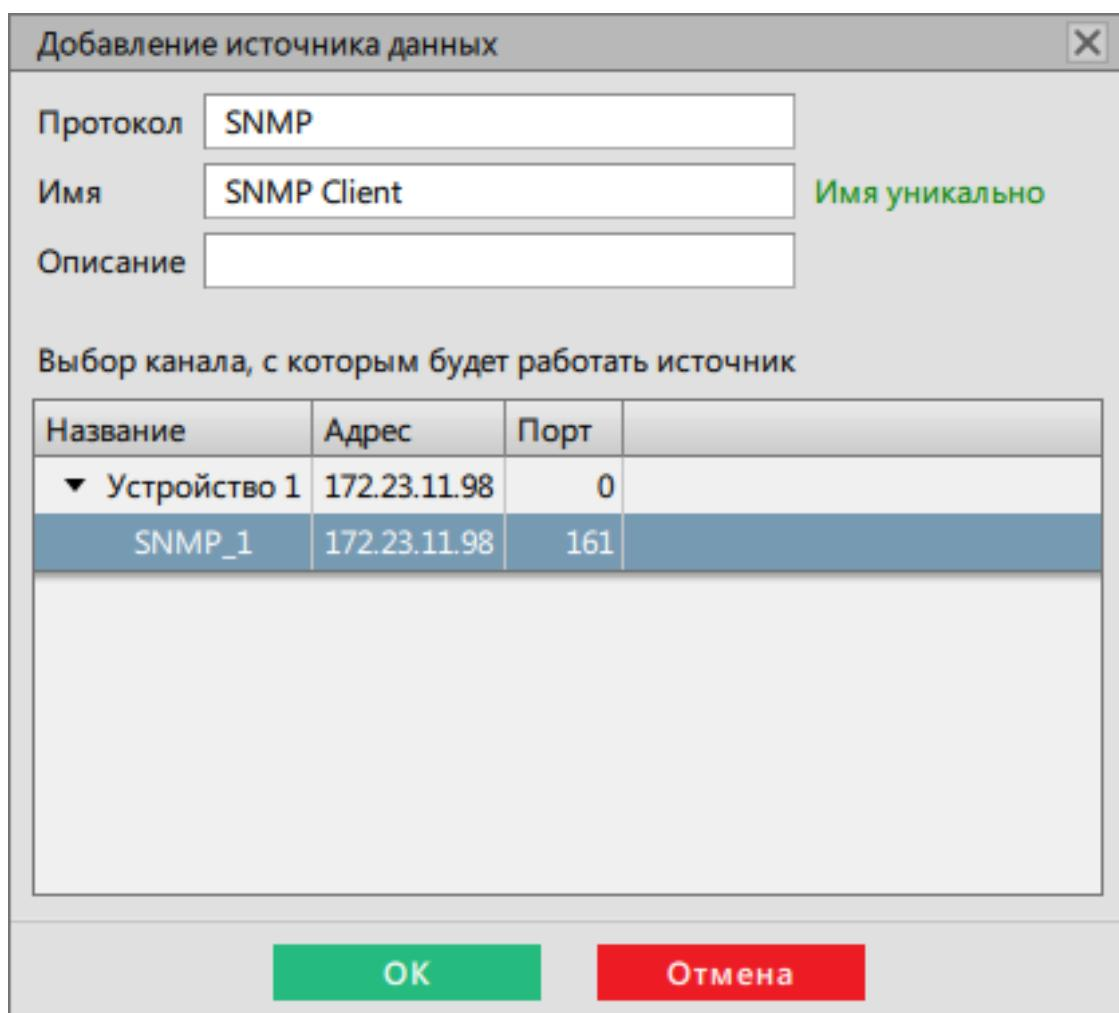

Рисунок 234 - Добавление источника данных
- Настройте источник (Рисунок 234):